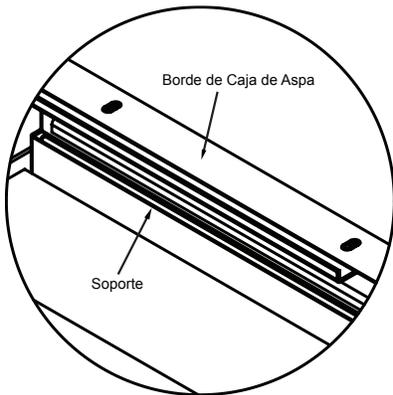
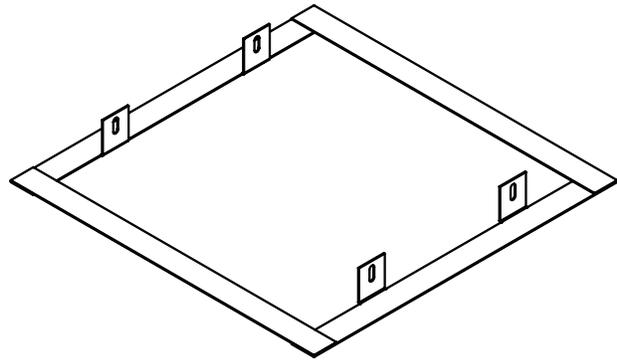

Figura 3
Figura 4
4. Una vez que la compuerta se encuentra asegurada a la caja del aspa, sujete los soportes de montura suministrados. Ubica los soportes debajo de las ranuras de montura de la compuerta o debajo de la ranura de la caja del aspa. Ubique la ranura para que sea alineada a los huecos en la caja del aspa y/o los huecos en los bordes de montaje de la compuerta (Ver Figura 3). Los soportes pueden ser ajustados para encajar entre los soportes de la compuerta. Una vez que los soportes se encuentren ajustados, sujételos del borde de la caja del aspa utilizando cuatro tornillos y tuercas #10-32 suministrado. Se requiere un mínimo de 2 sujetadores por lado.
5. Sujete los soportes a los soporte de compuerta con tornillos de madera largos #8 de al menos 2" (51) en un lugar mínimo por soporte. Asegúrese que la parte inferior de la compuerta/aspa estará junta a la parte inferior del yeso una vez se encuentre instalada. Ubique la compuerta/aspa en función de la presencia de una canal resistente y el grosor del yeso. Por favor, refiérase al diseño UL apropiado piso/techo o piso/tejado para referencias.
6. Una vez que el yeso se encuentre en su lugar, instale el montaje de apoyo del cartón piedra (ver figura 4) al soporte de la compuerta utilizando tornillos de rosca #8 suministrados en mínimo 4 lugares. El montaje de apoyo al cartón piedra deberá ser instalado cerca de la parte inferior del yeso, de manera que el yeso descance en el montaje de apoyo del cartón piedra.